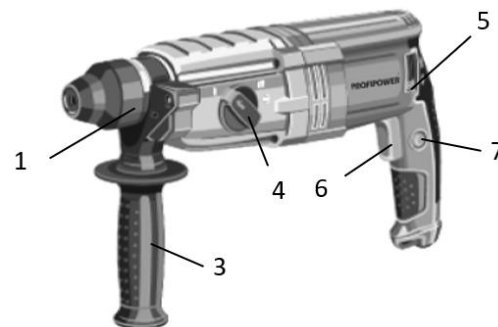

РИСУНОК 1.1. УСТРОЙСТВО ИЗДЕЛИЯ.
ВНИМАНИЕ! Пользуйтесь электроинструментом только с дополнительной рукояткой «3» (рисунок 1.1.).
1. Для включения электроинструмента нажмите триггерный выключатель «6» (рисунок 1.1.) и держите его нажатым.